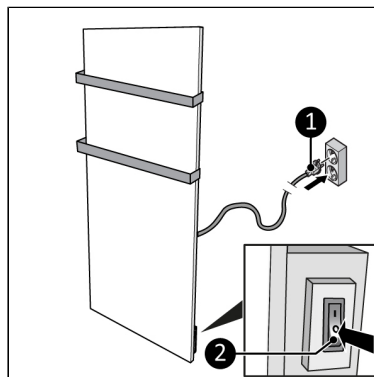

Abbildung 11.
2. Stellen Sie sicher, dass sich der EIN/AUS-Schalter in der AUS-Position befindet (Abbildung 11, Pos. 2).
3. Stecken Sie den Netzstecker (Abbildung 11, Pos. 1) in eine leicht zugängliche geerdete Steckdose. Verwenden Sie eine geerdete Steckdose mit einer Mindestleistung von 800 Watt.